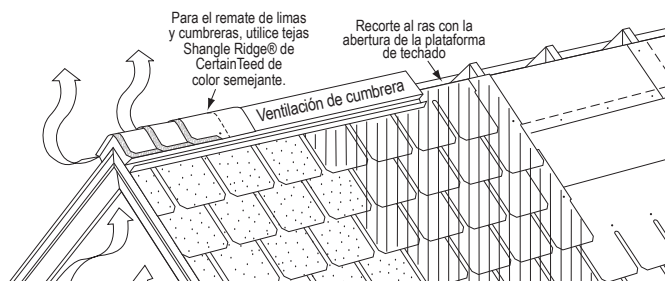

Figura 16-17: Instalación de tejas Shangle Ridge en la ventilación de la cumbre.
8. Si se instalan puntos de ventilación de tejas sobre cumbrera, (ver figura 16-17), estos deben coincidir con el ancho de 12" (305 mm) de los remates de lima y cumbrera. Asegúrese de seguir las instrucciones del fabricante para la ventilación de la cumbrera. Para asegurar las tejas de remate a la ventilación de teja sobre cumbrera, utilice clavos galvanizados por inmersión en caliente, de longitud suficiente para penetrar 3/4" (19 mm) en la base o a través de ella.